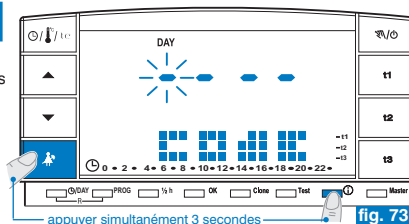

fig. 73
- À partir du fonctionnement normal du chronothermostat, appuyer (environ 3 sec.) sur les touches  et  pour activer un mot de passe. L'inscription **Code** s'affichera sur l'écran et le premier tiret à gauche clignotera (fig. 73).
- Si le mot de passe est activé et que vous essayez d'activer une des fonctions protégées, l'écran affichera l'inscription **CoDe** et le premier tiret à gauche se mettra à clignoter (fig. 73).
- À partir du fonctionnement normal du chronothermostat, appuyer (environ 3 sec.) sur les touches ▲ et ⓘ. L'inscription **CoDe** s'affichera sur l'écran et le premier tiret à gauche clignotera (fig. 73).